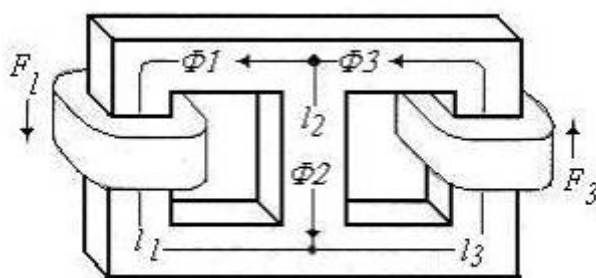

Fig. 8
7.-El circuito magnético paralelo de la Fig. 8 es de silicio-acero con la misma área de sección transversal en toda su extensión $S = 1,30 \text{ cm}^2$. Las longitudes medias son $l_1 = l_3 = 25 \text{ cm}$, $l_2 = 5 \text{ cm}$. Las bobinas tienen 50 vts. cada una. Dado que $\phi_1 = 90 \mu\text{wb}$ y $\phi_3 = 120 \mu\text{wb}$. Halle las corrientes de las bobinas.